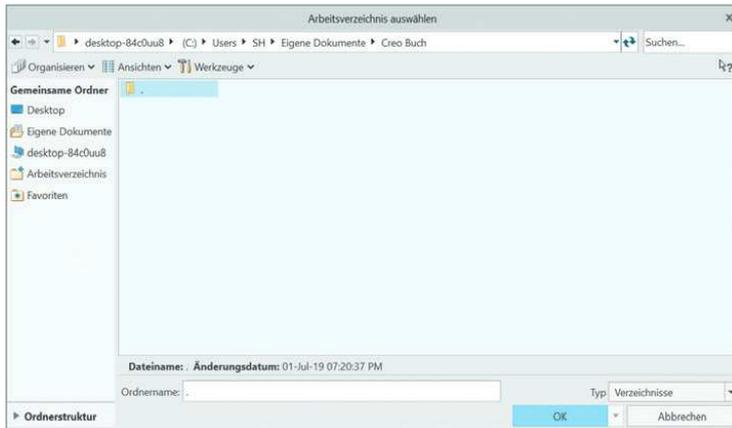

Bild 3.1 Auswahlfenster zum Festlegen des Arbeitsverzeichnisses
Schritt 1 – Arbeitsverzeichnis festlegen: Zuerst gilt es, das entsprechende Arbeitsverzeichnis zu wählen, damit alle Bauteile auch in den gleichen Ordner gespeichert werden. Bei Creo ist es immer sinnvoll, für jedes Konstruktionsprojekt ein eigenes Arbeitsverzeichnis zu definieren. Das sorgt für eine klare Struktur und erleichtert damit das Wiederfinden von zusammengehörigen Bauteilen, Baugruppen und Zeichnungen. Dazu klicken Sie auf das Icon *Arbeitsverzeichnis auswählen*, woraufhin sich das in Bild 3.1 dargestellte Fenster öffnet.